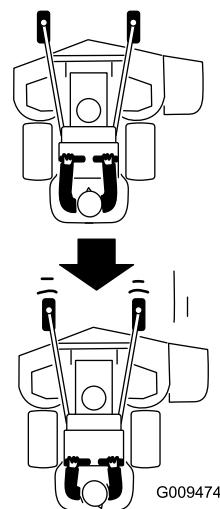

Bild 21
2. Ziehen Sie die Fahrantriebshebel langsam nach hinten (Bild 21).